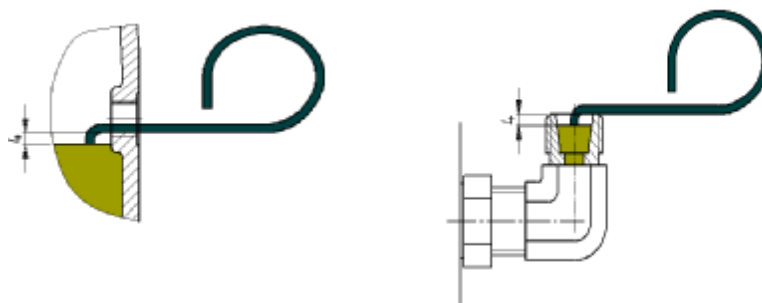

Рис. 4-1. Измерение уровня масла с помощью указателя уровня масла
2. Стандартный цилиндрический редуктор в конструктивных исполнениях V1 и V5 снабжен для проверки уровня масла угловой трубой, показанной на рис. 4-1 справа, которая должна быть направлена вертикально вверх. Перед проверкой уровня масла необходимо выкрутить пробку для сброса давления (см. рис. 3-1 справа).